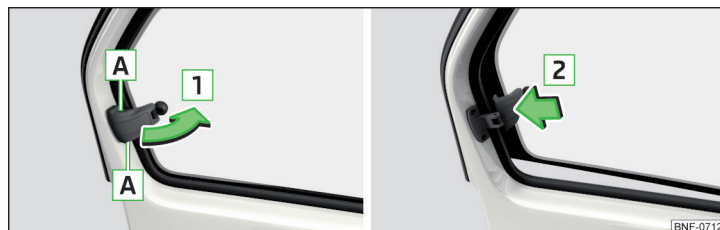

Fig. 37 Ruder bags: Åbning / Lukning
- Tag fat i låseanordningen i udskæringen **A** for at **åbne** » Fig. 37.